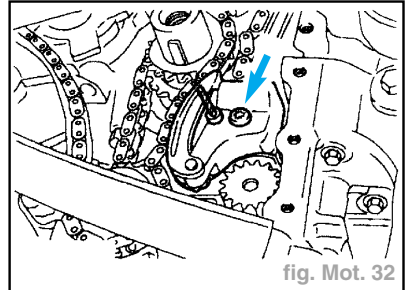

fig. Mot. 32
- Déposer le tendeur de chaîne de l'entraînement de pompe à huile (fig. Mot. 32) :
- Poser le tendeur de chaîne d'entraînement de pompe à huile. Serrer la vis à **1,2 daN.m** (fig. Mot. 32) :